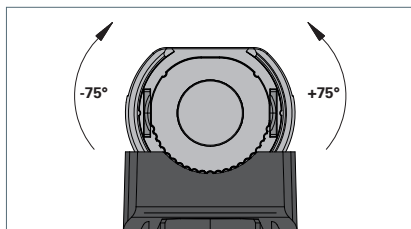

Fig. 4: Orientare l'apparecchio d'illuminazione tra -75° e $+75^\circ$.
- ▶ Ruotare l'apparecchio con un angolo compreso tra -75° e $+75^\circ$ fino a quando l'area di lavoro è illuminata in modo ottimale vedi Fig. 4.